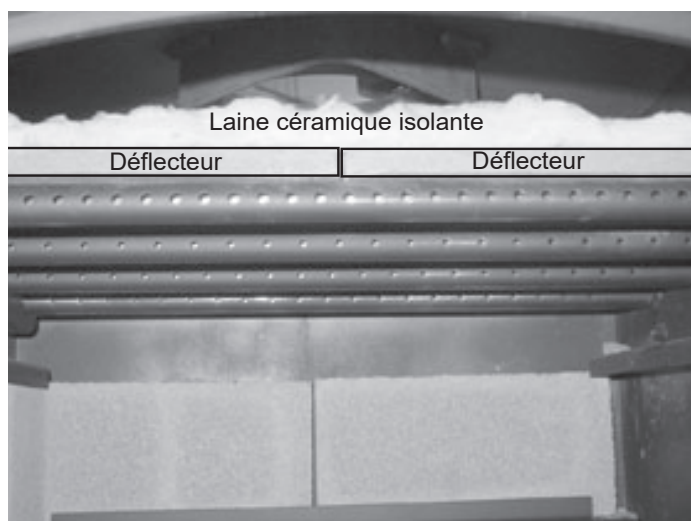

Figure 23.4
4. Réinstallez-le en procédant dans l'ordre inverse. Contrôlez que la plaque-défecteur et la laine céramique sont en place. **Figure 23.4.**